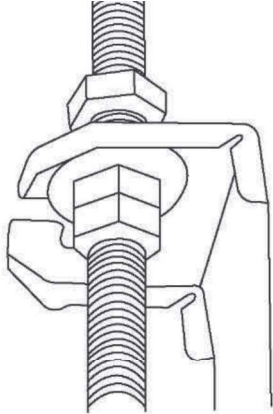

Abb. 4.5
5. Montieren Sie das Innengerät. Sie benötigen zwei Personen, um es anzuheben und zu montieren. Führen Sie die Abhängbolzen durch die Aufhängungsbohrungen im Gerät. Befestigen Sie das Gerät mit den mitgelieferten Unterscheiben und Muttern (Siehe Abb. 4.5).